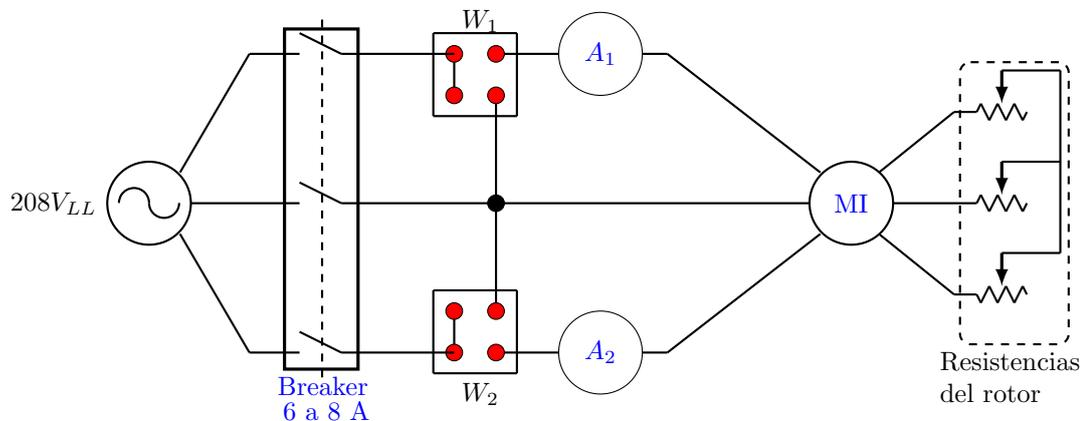

Figura 24: Circuito del motor de inducción operando en vacío.
1. Utilizando el grupo 3 monte el circuito de la figura 24.
Nota: El circuito del figura 24 está configurado para dos vatímetros análogos, pero si está disponible el *analizador de armónicos* no es necesario conectarlos, ni los amperímetros.